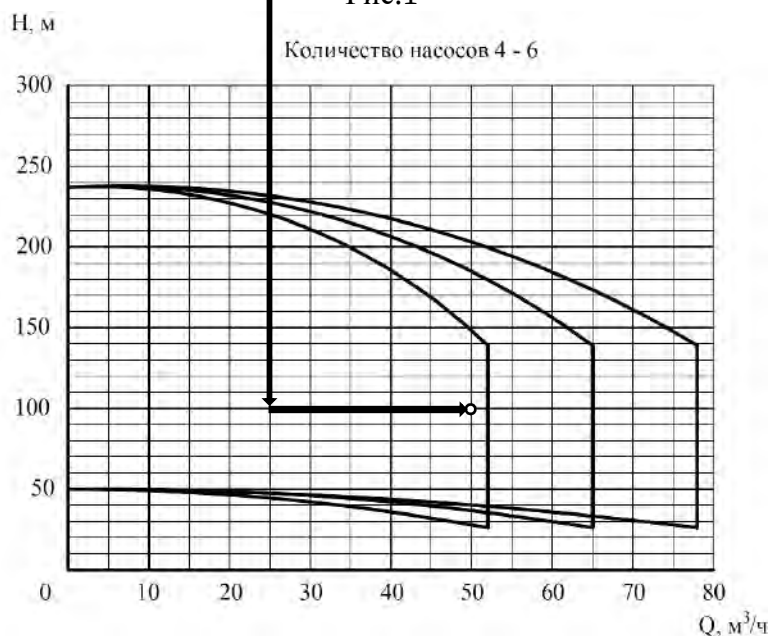

Рис.2
- 3) Произвести переход к заданной рабочей точке в поле насосных характеристик H - Q 1-3 или 4-6 насосов (в рассматриваемом примере – вертикальных) с DN40 (с.29) (Рис.2). В поле характеристик по величине расхода Q определяем количество насосов – это 4, 5 или 6 насосов.